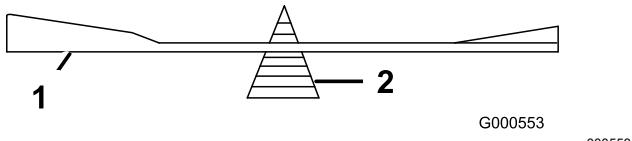

Figure 72
2. Vérifiez l'équilibre de la lame en la plaçant sur un équilibrEUR (Figure 72).